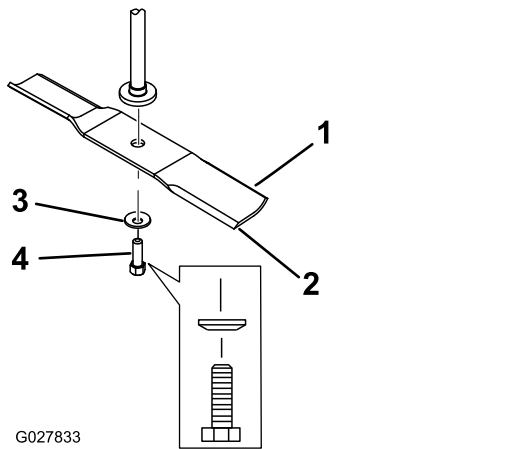

Bild 63
2. Entfernen Sie die Messerschraube, Wellenscheibe und das Messer von der Spindelwelle (**Bild 63**).
1. Setzen Sie das Messer auf die Spindelwelle (Bild 63).
2. Setzen Sie die Wellenscheibe (Kappenseite zum Messer) und die Messerschraube ein (Bild 63).